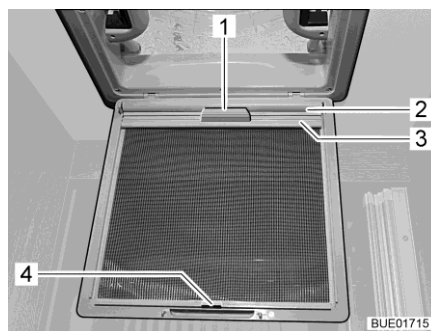

Fig. 92 Store occultant (lanterneau)
- Tirer le store occultant (Fig. 92,2) par la poignée (Fig. 92,1) et accrocher la baguette de support (Fig. 92,3) dans le crochet (Fig. 92,4) sur la moustiquaire.
- Enlever la baguette de support (Fig. 92,3) de sur le crochet (Fig. 92,4) et faire lentement redescendre le store occultant (Fig. 92,2) en le tenant par la poignée (Fig. 92,1).